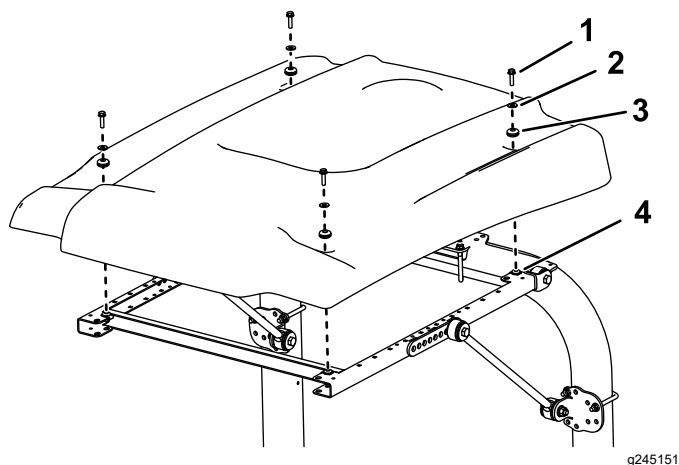

Bild 45
9. Positionieren Sie das Sonnendach beim Ausfluchten der Befestigungslöcher am Rahmen wie in Bild 45 abgebildet.
10. Befestigen Sie jede Ecke des Sonnendachs mit einer Bundkopfschraube (5/16" x 1 1/4"), einer kleinen Scheiben und einer Scheibe lose am Rahmen (Bild 45).